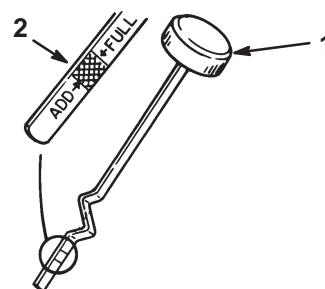

Figure 14
7. Nettoyez la surface autour de la jauge d'huile (Fig. 14) pour éviter que des impuretés ne s'introduisent dans le goulot de remplissage, ce qui risquerait d'endommager le moteur.
8. Dévissez la jauge d'huile et essuyez soigneusement l'extrémité métallique (Fig. 14).
9. Placez un bac sous le bouchon de vidange et retirez ce dernier (Fig. 14).
12. Versez lentement environ 80% de la quantité d'huile spécifiée dans le trou de remplissage (Fig. 14). Contrôlez le niveau d'huile (voir les points 4 et 5 de la rubrique Contrôle du niveau d'huile, page 21).